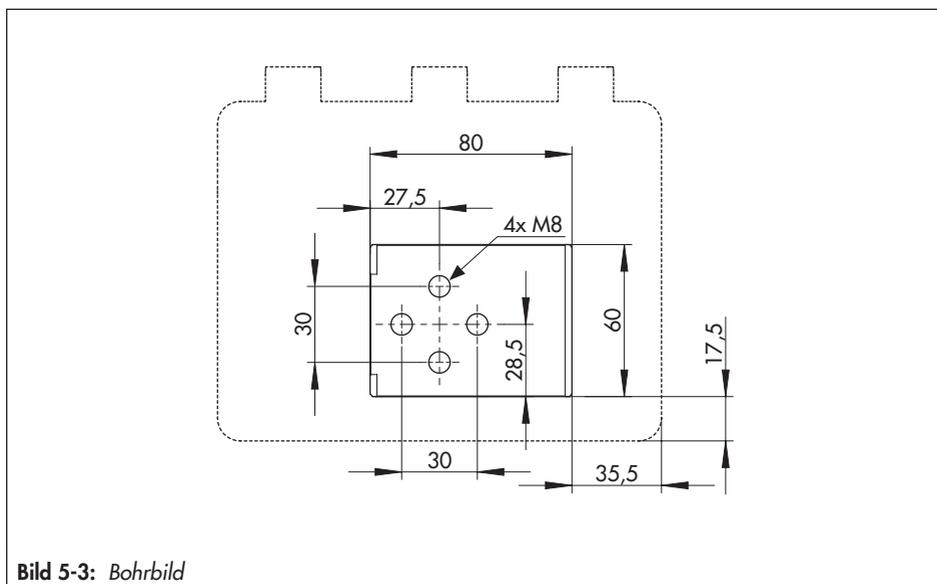

Bild 5-3: Bohrbild
- 4x Gewindebohrung M8 auf der Rückseite (Bohrbild vgl. Bild 5-3)